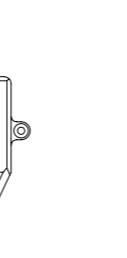

Рис. 6
| Не горит индикатор on/off | Сработала защита УЗО. | Протестируйте УЗО, нажав кнопку «test». В случае, если УЗО прошло тестирование, нажмите на кнопку (3) перезапуска. В случае, если тестирование не проходит, свяжитесь со специалистами по техническому обслуживанию для осуществления ремонта (см. рис. 6). |